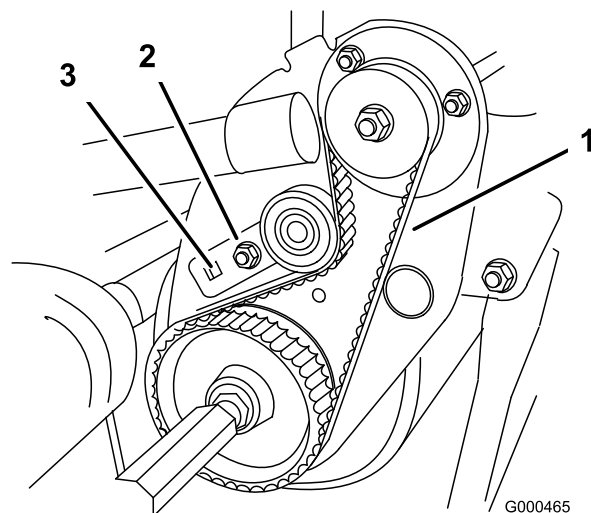

Figura 44
- B. Con una chiave torsiometrica da 9,5 mm (3/8") girate la staffa di rinvio ad una coppia di 4-4,5 Nm per impostare la tensione della cinghia (Figura 44). Tenete ferma la chiave torsiometrica e serrate il bullone di montaggio della staffa di rinvio (la rosetta va montata per impedire lo slittamento della cinghia). Non tendete eccessivamente la cinghia.